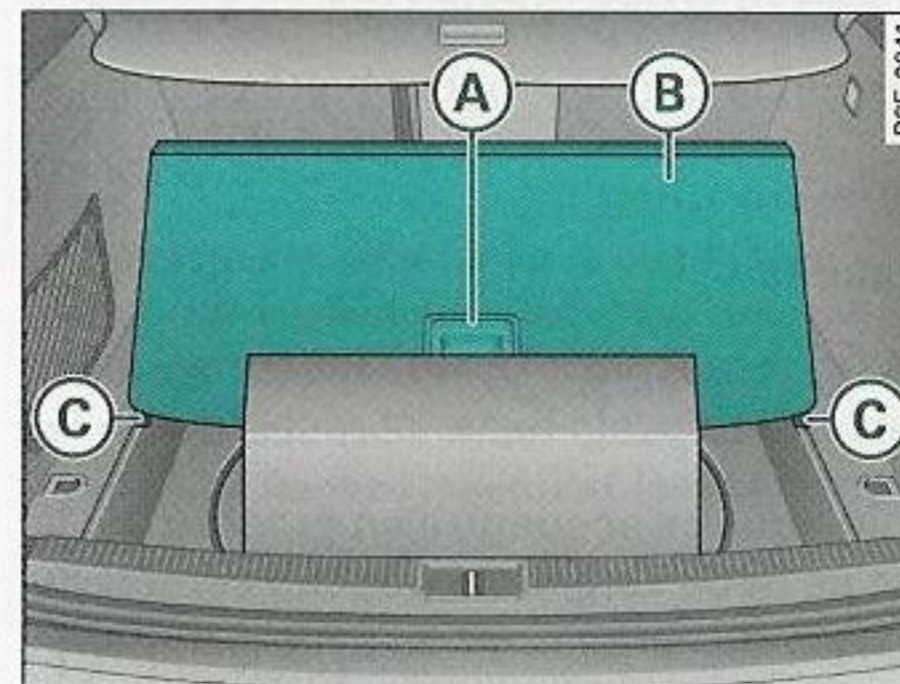

Fig. 103 Superficie de carga levantada
- Tirando del asa (A) ⇒ *página 117, fig. 103*, levante la cubierta de la superficie de carga (B) y haga que los bordes exteriores entren en los rebajes (C).
- Con ayuda del asa (A) ⇒ *página 117, fig. 103*, pliegue la superficie de carga y desplácela hasta el respaldo.
Los objetos pequeños se pueden guardar también **debajo** de la cubierta (B) ⇒ *página 117, fig. 103*.